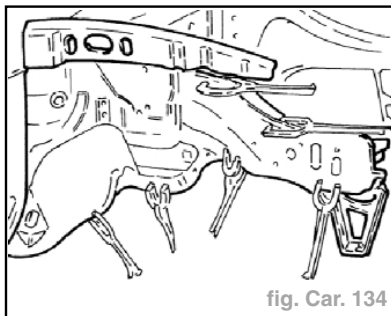

fig. Car. 134
- Présenter la pièce du flanc externe, contrôler l'alignement et la fixer au moyen de pince autobloquantes à l'ossature (fig. Car. 134).